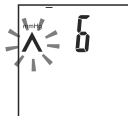

Рис.9
2. Раздастся звуковой сигнал и начнется быстрое нагнетание воздуха в манжету. При этом замигает символ «^» и выводимое на дисплее значение будет увеличиваться (рис.9). Нагнетание прекратится на оптимальном уровне благодаря алгоритму Fuzzy Inflation.